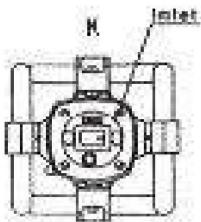

Abb.2
6. Bei jedem Schichtbetrieb muss die Außenseite des Motors bei Bedarf gereinigt werden. Insbesondere die Einlass- und Auslassöffnungen des Motors müssen immer freigehalten werden. (siehe Abb. 2)